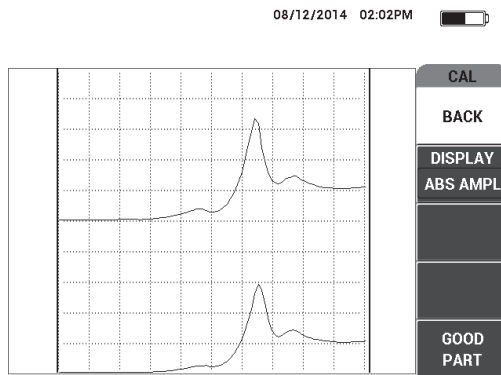

Figura 6-64 Il segnale della zona priva di difetti
5. Posizionare la sonda su una zona priva di difetti ed in seguito premere **PEZZO CONFORME** (tasto E) [vedere Figura 6-64 a pagina 186].